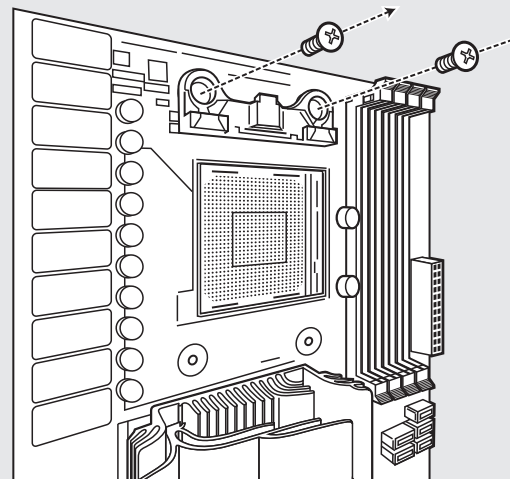

figure 1
- Entfernen Sie die angegebene/n AMD-Montagehalterung/en. (abbildung 1)
- 拆下图示的备用AMD顶部安装支架。(图1)
- Удалите стандартный монтажный кронштейн AMD для верхнего крепления. (Рис. 1)
- Remove the integrated Intel mounting bracket by pushing on the metal piece, turning 1/8th turn, and pulling away from the copper coldplate (figure 1).
- Pour retirer le support de montage Intel intégré, poussez-le sur la pièce en métal, tournez-le d'1/8 de tour et éloignez-le de la plaque froide en cuivre (figure 1).
- Entfernen Sie die integrierte Intel-Halteklammer durch Drücken auf das Metallteil. Machen Sie eine Achtdrehung und ziehen Sie sie von der Kupfergrundplatte (Coldplate) weg (abbildung 1).
- 拆卸集成式Intel安装支架时，轻推动金属片，旋转1/8圈，并将其从铜质冷排上取下(图1)。